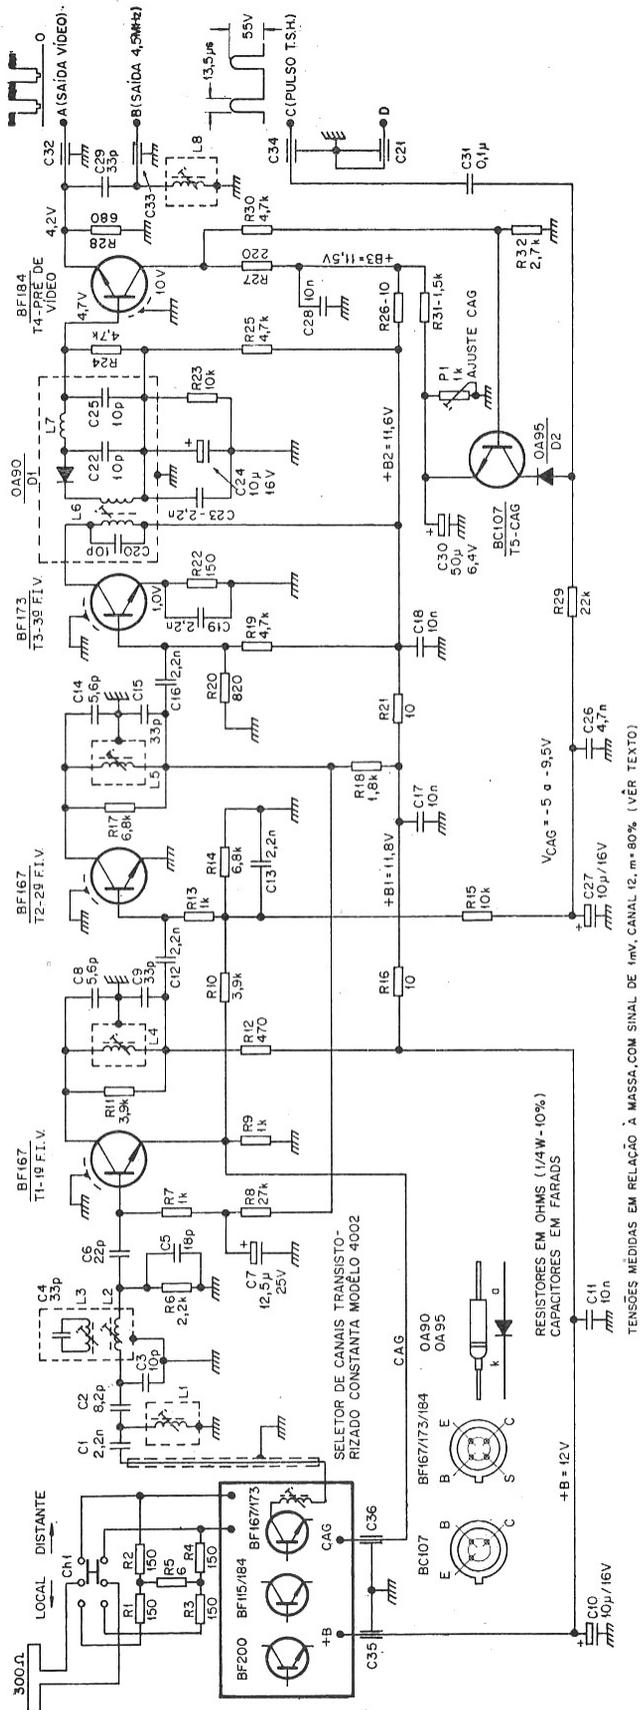

Fig. 1
O circuito completo é apresentado na fig. 1, onde se distingue alimentação de +12 V que também é a do seletor de canais.
T_3 e D_2 funcionam como CAG do tipo gatilhado, mais eficiente devido à sua maior imunidade ao ruído. P_1 ajusta o nível de sinal de vídeo composto na saída (ponto A da fig. 1).
O sistema de CAG atua com pulsos provenientes do estágio de saída horizontal do televisor (ponto C — fig. 1), com duração igual à do tempo de retorno horizontal. A amplitude dos pulsos é da ordem de 50 volts pico a pico.
- 50 mV (valor eficaz) corresponde ao valor de tensão de RF de entrada para o qual há início de compressão dos pulsos de sincronismo, conforme dado fornecido pelo fabricante do seletor. Para sinais de entrada superiores a 150 mV (valor eficaz) há perda de sincronismo horizontal. Para desempenho ainda melhor, sugere-se o uso da chave Ch_1 (atenuação de 40 dB ver fig. 1) na entrada de antena, com a qual os sinais de entrada poderão atingir a amplitude de 5 volts, sem haver compressão ou perda dos pulsos de sincronismo.